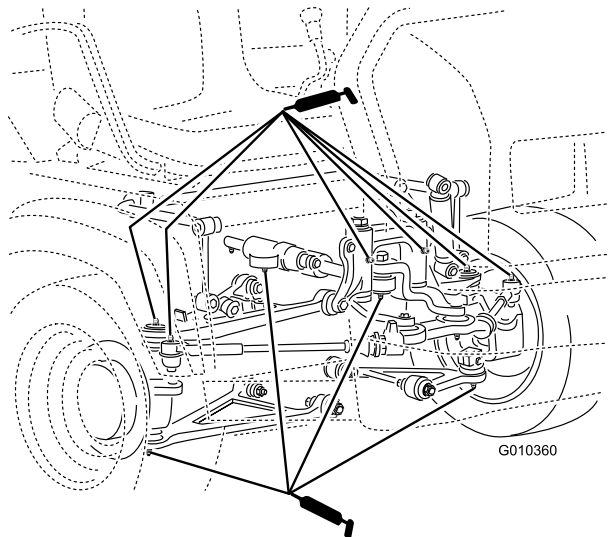

図 39
- ボールジョイント4、タイロッド2、ピボットマウント2、ステアリングシリンダ2以上は 図 39